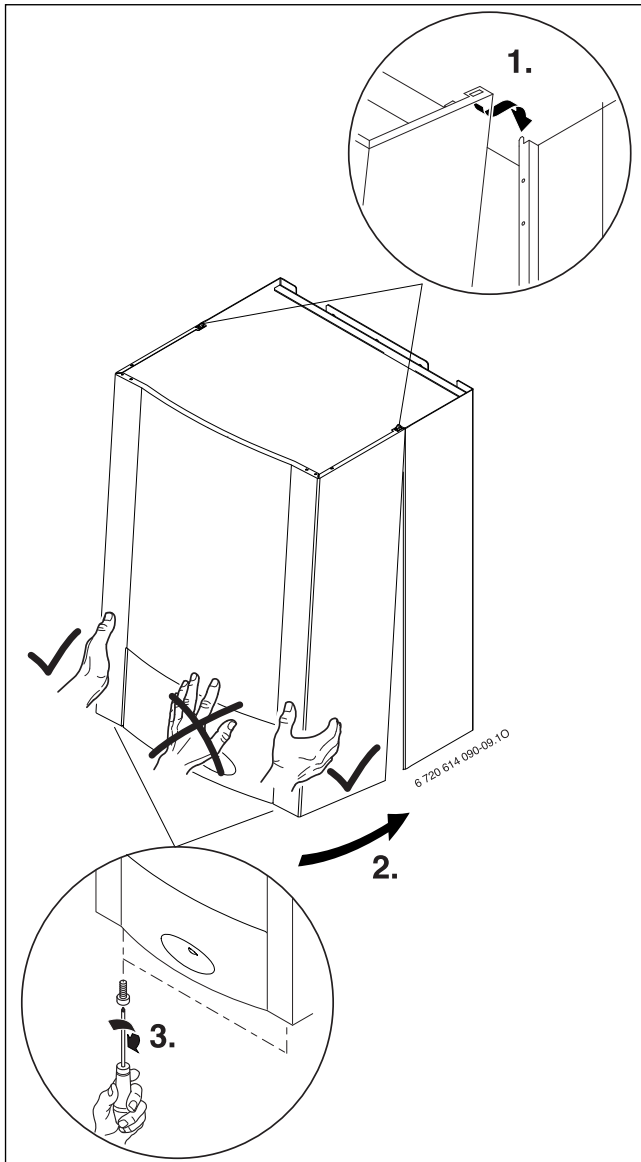

Fig. 18
- ▶ Agganciare il mantello, spingerlo verso il muro, far combaciare le lamelle di incastro e stringere le viti di bloccaggio (vedere le fasi in fig 18).